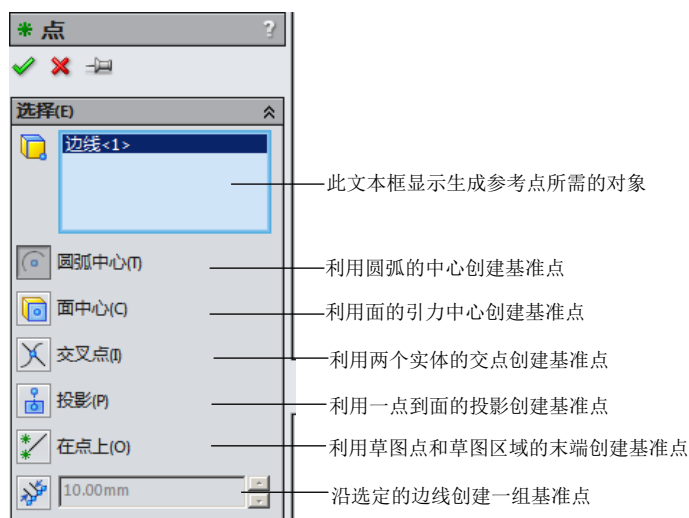

图 3.16.11 “点”对话框
Step2. 选择命令。选择下拉菜单 **插入(I)** → **参考几何体(G)** → **点@...** 命令，系统弹出图 3.16.11 所示的“点”对话框。